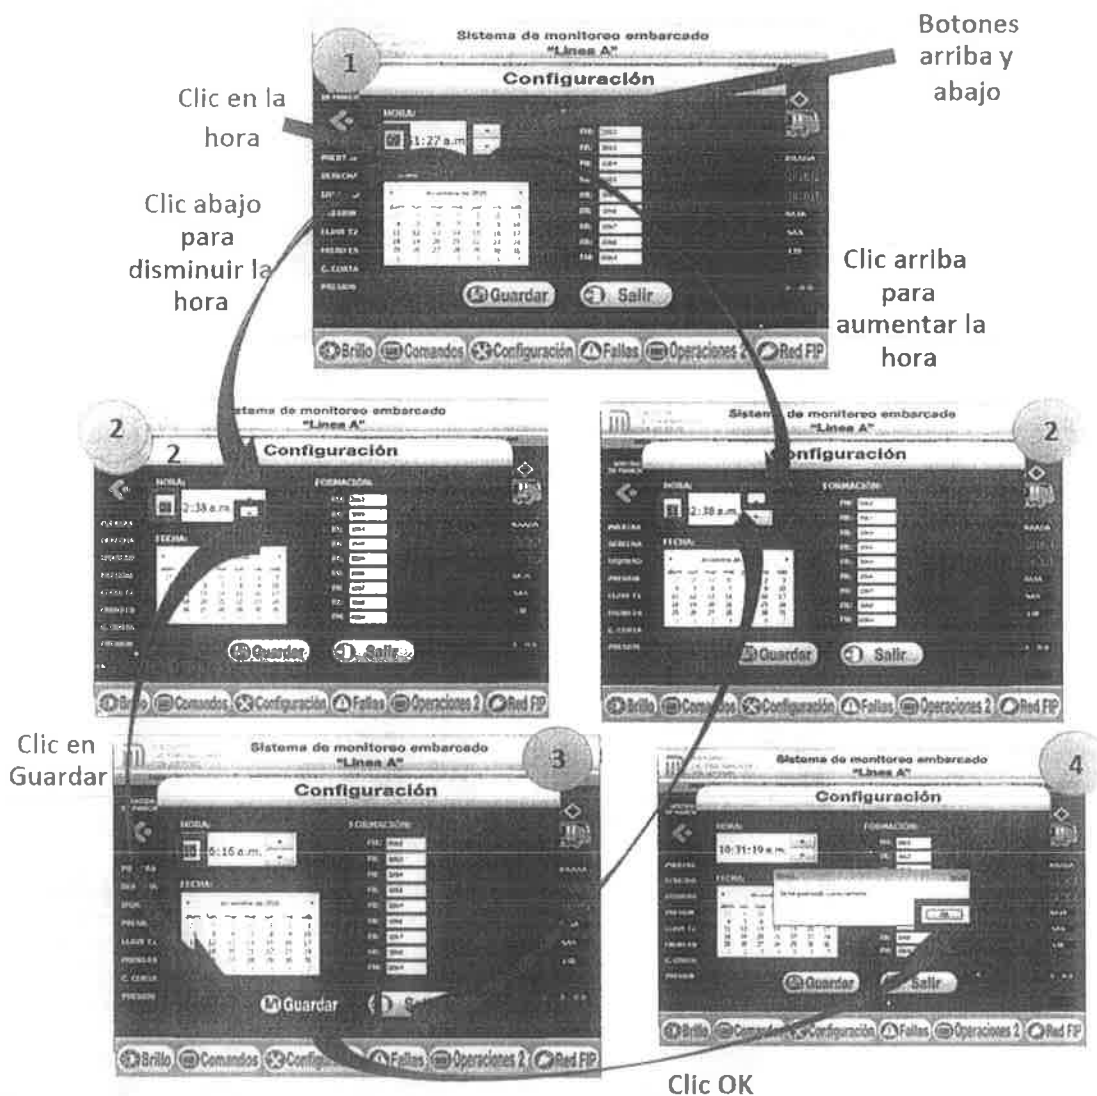

Figura 29. Proceso de modificación de la hora en pantalla configuración
1. Para cambiar **solo la hora** se da clic en la hora, posteriormente clic en los botones hacia arriba (para aumentar la hora) o hacia abajo (para disminuir la hora) y al final para guardar clic en botón Guardar y clic en OK, donde sale una mensaje de que se ha guardado correctamente como se observa en la Figura 29.